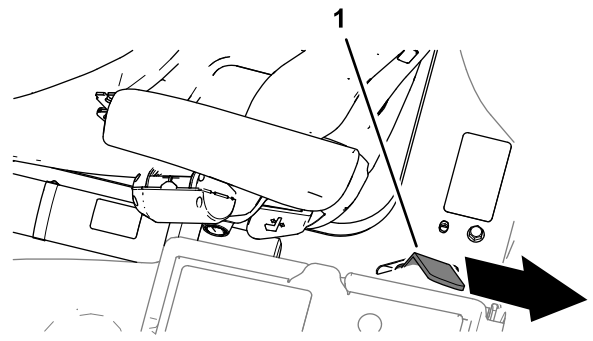

Figura 44
3. Desça completamente a plataforma e mova o manípulo de fecho em direção à traseira da máquina até que o fecho da plataforma engate completamente na barra de bloqueio (Figura 44).